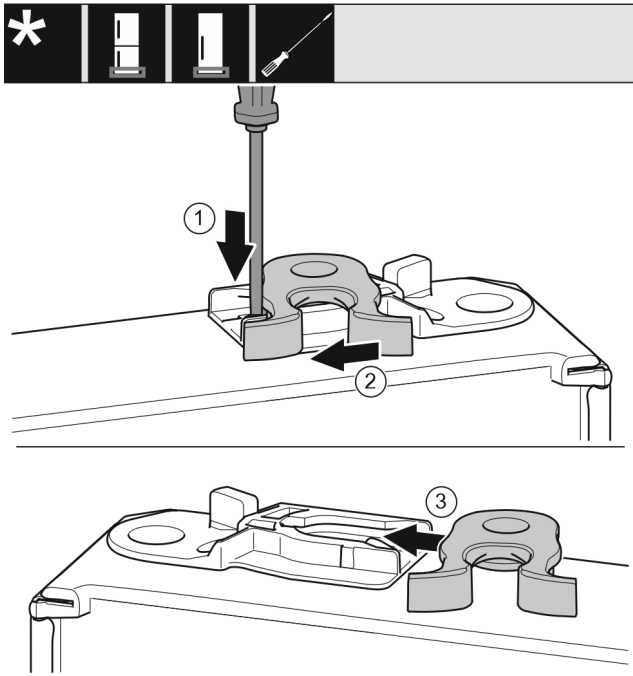

Fig. 18
- ▶ Lasche Fig. 18 (1) mit Schlitzschraubendreher nach unten drücken.
- ▶ Schließhaken Fig. 18 (2) aus Führung ziehen.
- ▶ Schließhaken Fig. 18 (3) auf anderer Seite in Führung schieben.